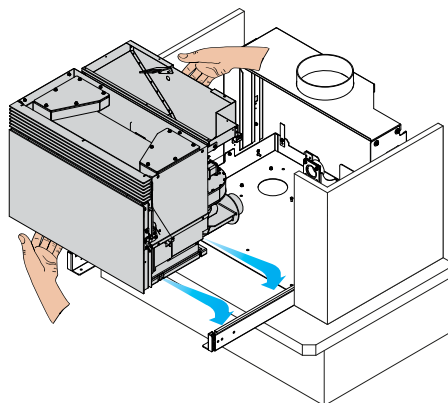

fig. 6.1.10
- 10) Remettre la machine dans les rails (Fig. 6.1.10)